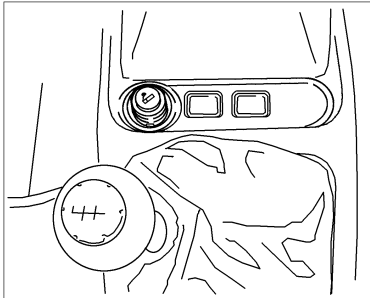

Рис. 21. Прикуриватель
**Прикуриватель** (рис. 21) работает независимо от позиции ключа в выключателе зажигания. Для использования прикуривателя нажмите на кнопку подвижной части